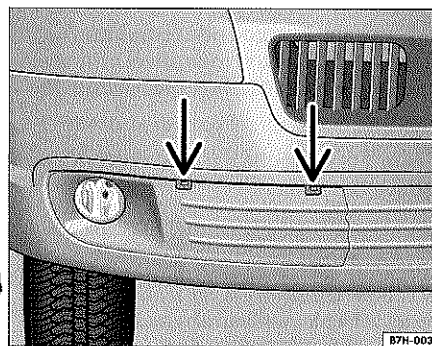

Fig. 44 Desmontaje de la cubierta de la argolla de remolque en vehículos con paragolpes no pintados
- En el caso de los vehículos con paragolpes sin pintar introduzca cuidadosamente la punta plana del destornillador en las pestañas (flechas) ⇒ fig. 44 y abra la cubierta, haciendo palanca.